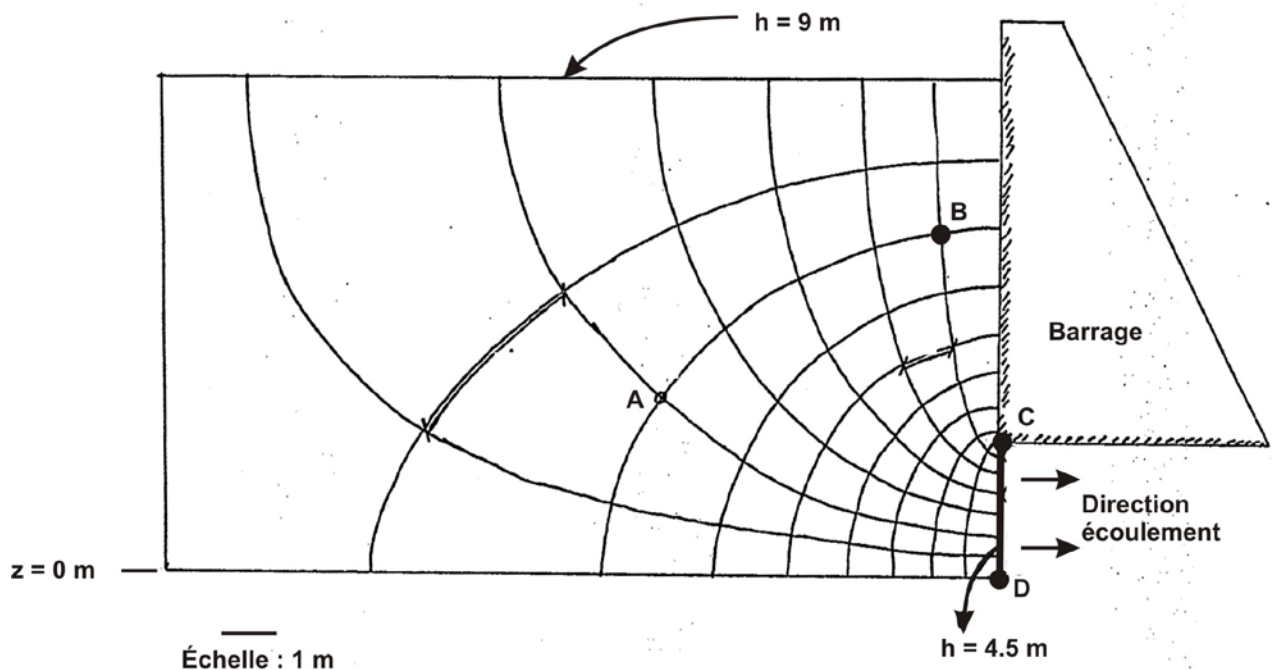

Figure 3. Coupe verticale montrant un réseau d'écoulement en amont d'un barrage.
- 3) (15 points) La Figure 3 montre une coupe verticale d'un réseau d'écoulement dans un aquifère de sable en amont d'un barrage. Les charges hydrauliques sont indiquées au sommet du réseau et à la limite verticale droite. La longueur du barrage dans la direction perpendiculaire à la coupe verticale est 50 m et la conductivité hydraulique de l'aquifère est $5 \times 10^{-5} \text{ m/s}$. L'échelle indiquée sur la figure est identique pour les directions horizontales et verticales.